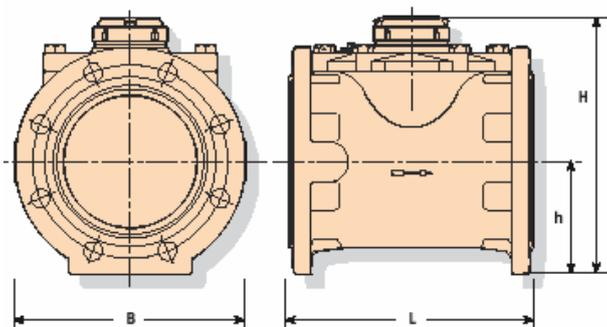

Рис. 1
2.3. Основные размеры и масса указаны в таблице 2 (см. рис. 1).